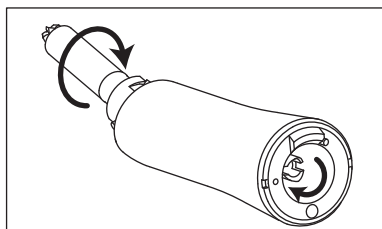

図10
- 2) ドライブシャフト先端の歯車を回して、歯車がかみ合っていることを確認します。(図10)